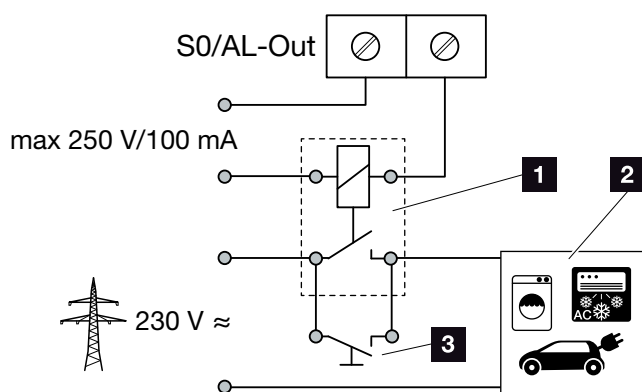

Fig. 54: Collegamento elettrico per l'autoconsumo
1. Collegare il relè di carico esterno alla morsettiera S0/AL-Out.  **Fig. 54**